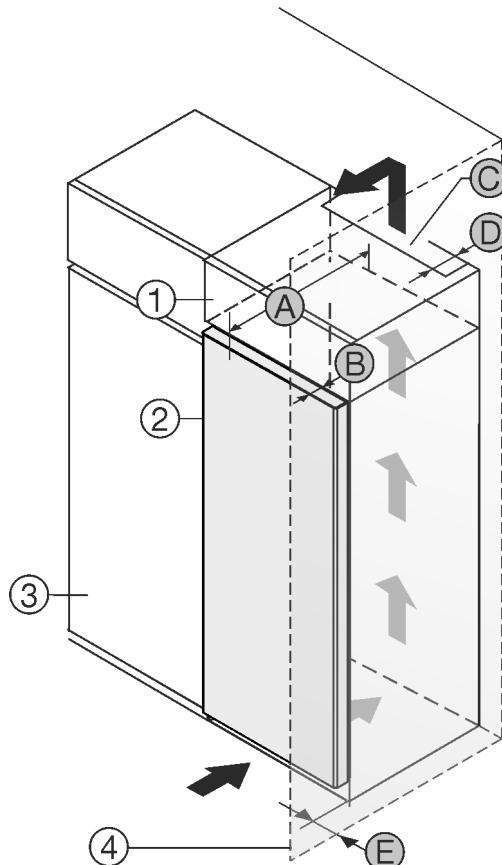

Fig. 1
Zariadenie môžete inštalovať priamo vedľa kuchynskej skrine Fig. 1 (3).*
Na zadnej strane nadstavnej skrine musí byť vetracia šachta s hlbkou Fig. 1 (D) cez celú šírkou nadstavnej skrine.*
Pod stropom miestnosti sa musí dodržať prierez vetracieho otvoru Fig. 1 (C).*
Ak zariadenie nainštalujete so závesmi vedľa steny Fig. 1 (4), tak vzdialenosť medzi zariadením a stenou musí byť minimálne 13 mm.*
Aby ste mohli dvere úplne otvoriť, zariadenie musí vyčnievať o hlbku dverí Fig. 1 (B) prednej časti kuchynskej skrine. V závislosti od hlbky kuchynských skriň Fig. 1 (3) a použitia dištančných držiakov na stenu môže zariadenie prečnievať ešte viac.*